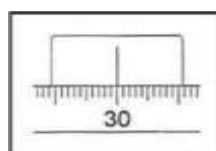

Рис.16
- 3) Наведитесь на точку В и возьмите отсчет. **Пример:** 30° (Рис.16).